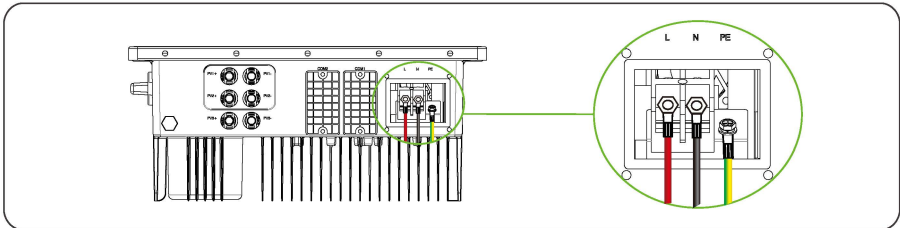
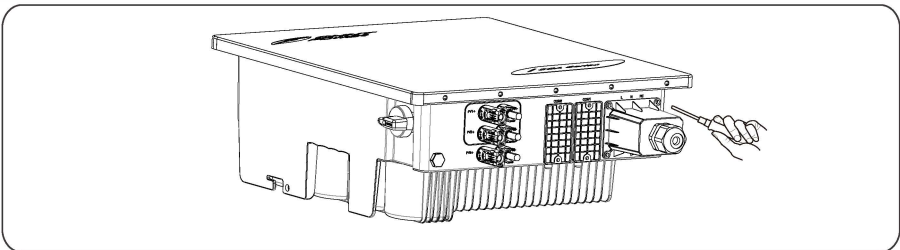

Figura 5.8 Conectando o cabo AC
Figura 5.9 Conectando o Conector AC
- Conectores das Strings FV: São utilizados conectores de entrada CC positivo e negativo, conforme mostrado na Figura 5.8 e na Figura 5.9.